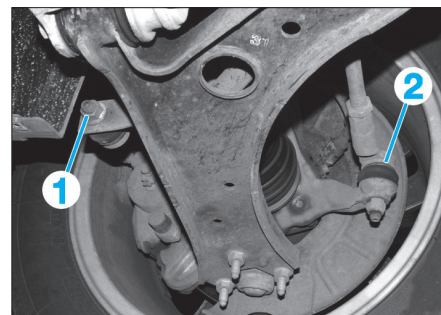

Fig. 13
- Dévisser les écrous (1) des biellettes de liaison de barre stabilisatrice (Fig.13) puis extraire la partie inférieure de celle-ci.
- Extraire la partie inférieure des biellettes de liaison (2) de barre stabilisatrice (3) (Fig.13).